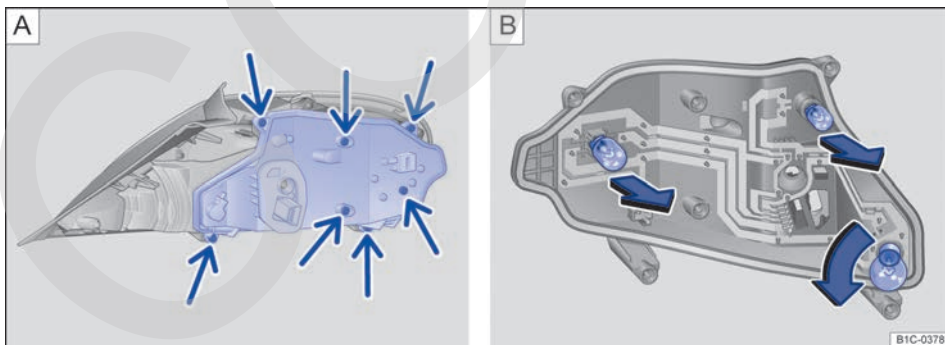

Fig. 150 A: Desmontaje del portalámparas. B: Lámparas en el portalámparas.
- 8 Desmonte los tornillos de fijación → fig. 150 [A] (flechas) con el destornillador de las herramientas de a bordo → pág. 172.
- 10 Sustituya la lámpara averiada por otra nueva del mismo tipo → fig. 150 [B].
- 11 Coloque el portalámparas en el grupo óptico trasero. Apriete los tornillos de fijación → fig. 150 [A] (flechas) con el destornillador.